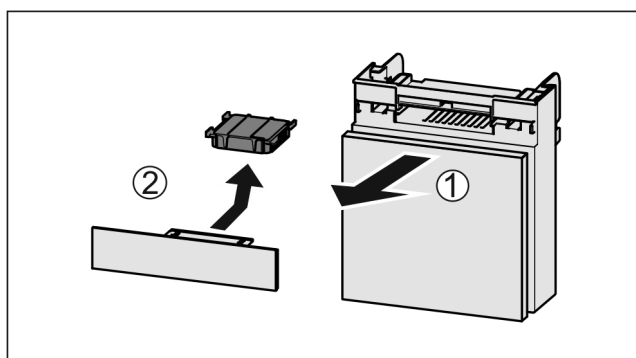

Fig. 88
- ▶ Estrarre il vano tirando in avanti Fig. 88 (1).
- ▶ Rimuovere il filtro a carboni attivi Fig. 88 (2).